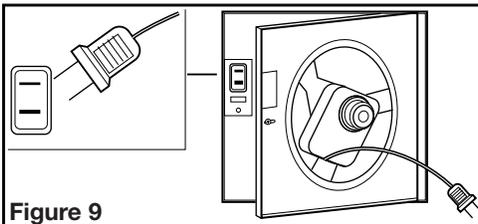

Figure 9
- Reinstall the fan's venturi by holding it at approximately a 45 degree angle, hook the two tabs on the venturi into the slots on the housing and secure in place by tightening the venturi screw. Rotate the blower wheel by hand to ensure it spins freely. Now plug the fan motor into the receptacle (**Figure 9**).
- Réinstaller le venturi du ventilateur en le tenant à un angle d'environ 45 degrés, accrocher les deux onglets sur le venturi dans les fentes sur le cabinet et fixer en place en serrant les vis du venturi. Faire tourner la roue de la soufflante à la main pour s'assurer qu'elle tourne librement. Maintenant, connecter le moteur du ventilateur dans le réceptacle (**Figure 9**).